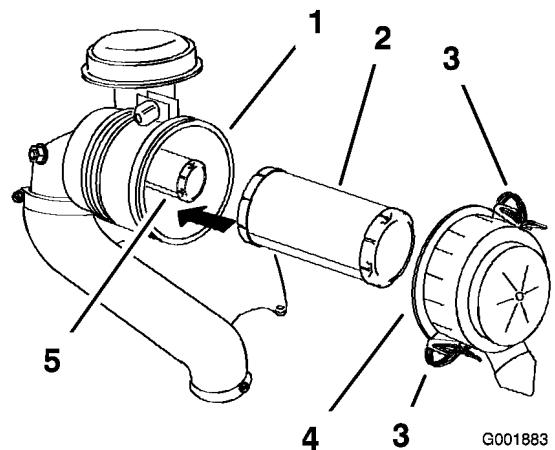

Figura 32
3. Abra los cierres del limpiador de aire y tire de la tapa del limpiador de aire para separarla del cuerpo del limpiador de aire (Figura 32).
5. Extraiga con cuidado el filtro primario del cuerpo del limpiador de aire (Figura 32).
- Si va a cambiar el filtro de seguridad, deslícelo cuidadosamente en el cuerpo del filtro (Figura 32).
- Deslice cuidadosamente el filtro primario por encima del filtro de seguridad (Figura 32).
- Instale la tapa del limpiador de aire con el lado que lleva la palabra **up** hacia arriba, y fije los cierres (Figura 32).